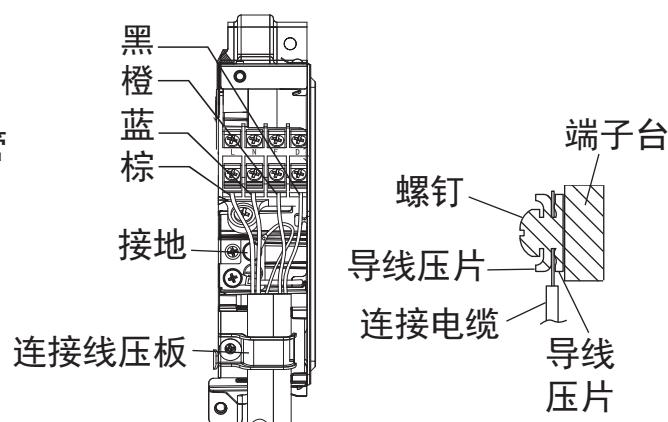

图15
- 将连接电缆按不同颜色的线牢固的固定到端子台相对应的位置，确保连接电缆插入导线压片内，紧固力矩（5kgf·cm）。（如图15）